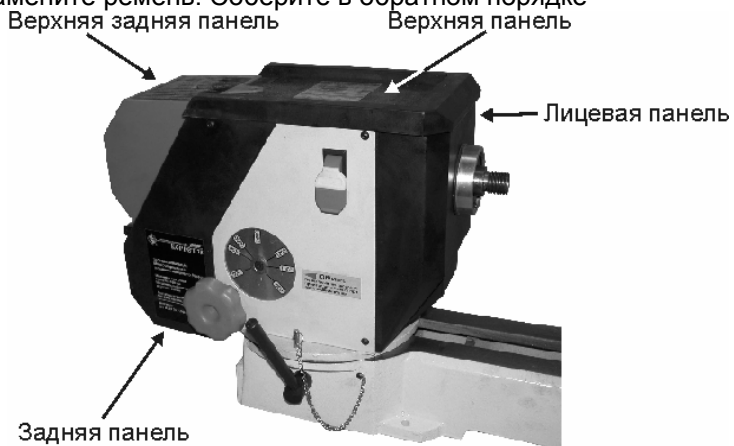

Рис. 18
14.3. Замена изношенного ремня регулировки скорости (Рис. 18, 19)